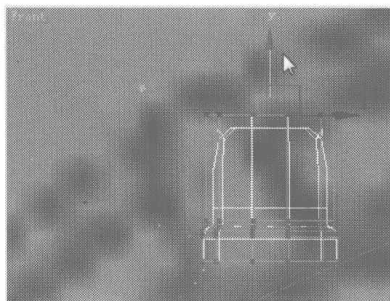
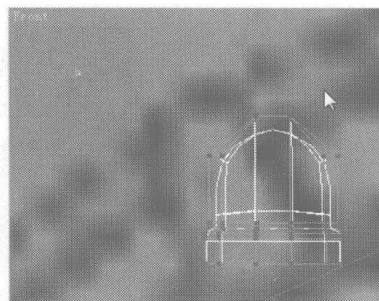
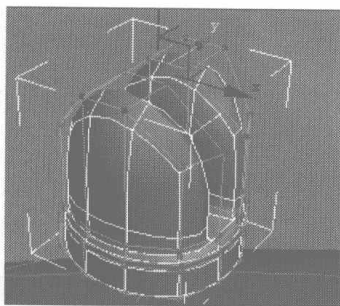
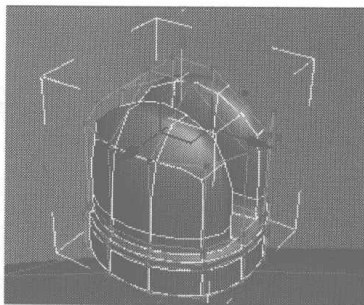

图 2.257
图 2.258
图 2.259
图 2.260
- 28** 选择如图 2.257 所示的点, 调整到如图 2.258 所示的位置。选择如图 2.259 所示的点, 调整到如图 2.260 所示的位置。